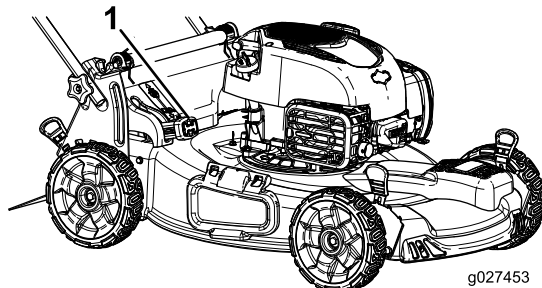

図 16
- ・ 集草しながらの刈り込みをしたい場合には、レバーの頭部にあるボタンを押し込んでレバーを前に倒します。ボタンが飛び出して来ればセット完了です図 16。